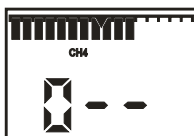

Рисунок 9.3
1) на воздухе, не содержащем горючих газов, перевести газоанализатор в режим “ПОДСТРОЙКА НУЛЯ”. Для этого необходимо при нажатой кнопке “ОТКЛ” включить газоанализатор. После появления на индикаторе надписи “ 0 - - ” отпустить кнопки (рисунок 9.3);